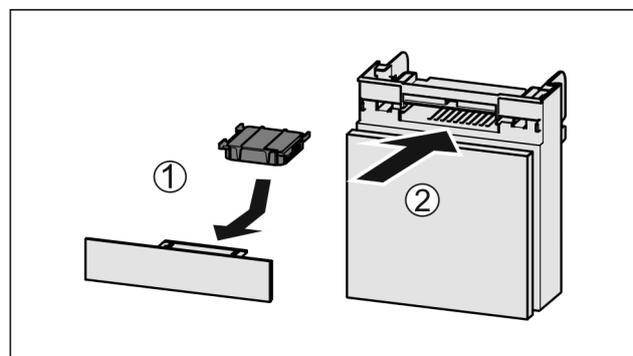

Fig. 117
- Inserire il vano Fig. 117 (2).